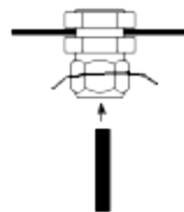

图 6.13 电缆连接示意图
- 对于未使用的电缆密封套，将合适的短电缆插入电缆密封套内，按右图 6.13 所示密闭地堵塞开口，确保控制盒防水。